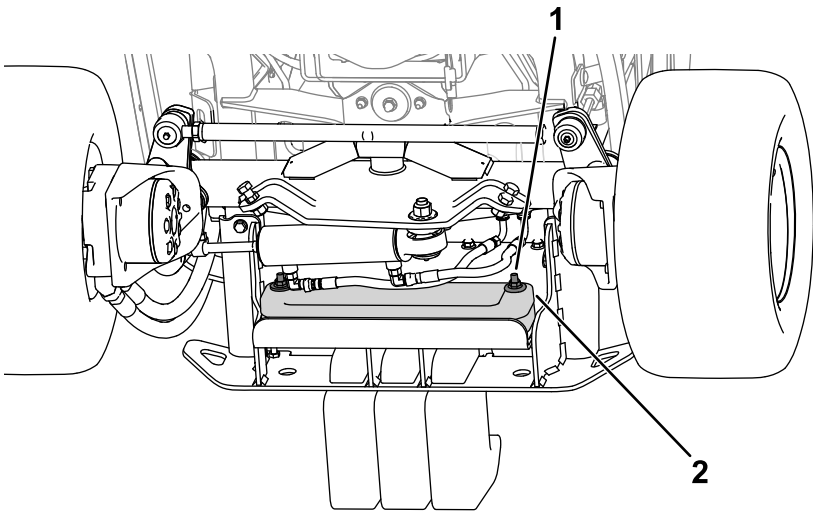

Рисунок 19
2. Используйте эти крепежные детали для крепления грузов к бамперу (Рисунок 19).